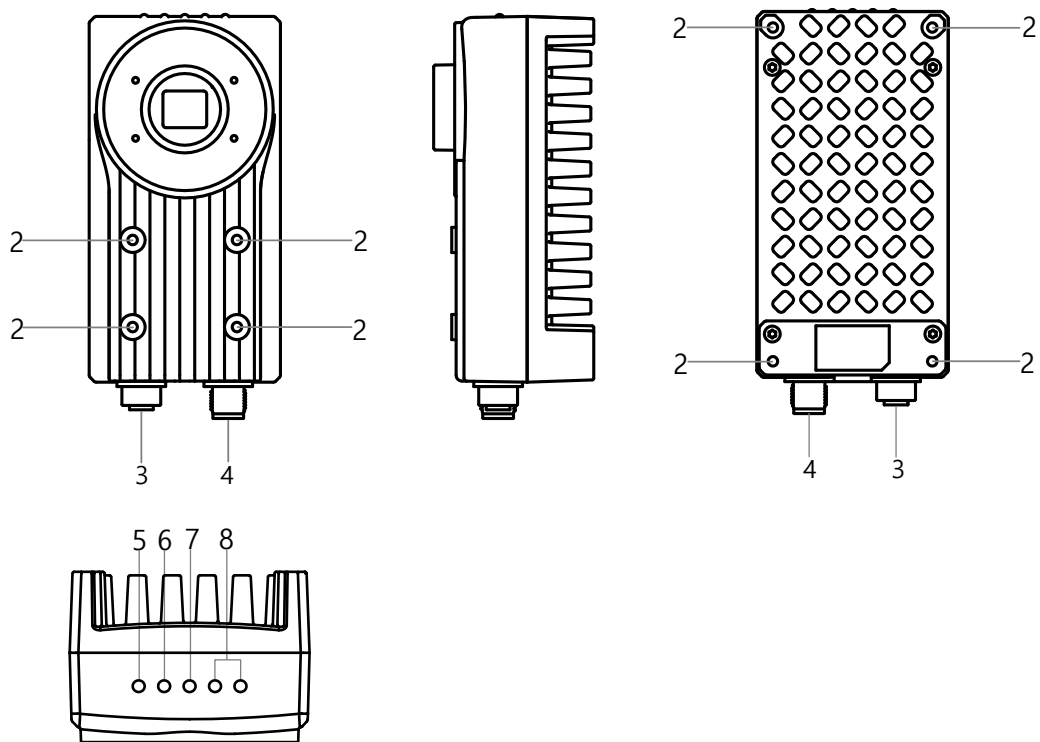

图2-2 设备外观（不带线缆和镜头罩）
- “不带线缆和镜头罩” 型号：设备外观如图 2-2 所示。